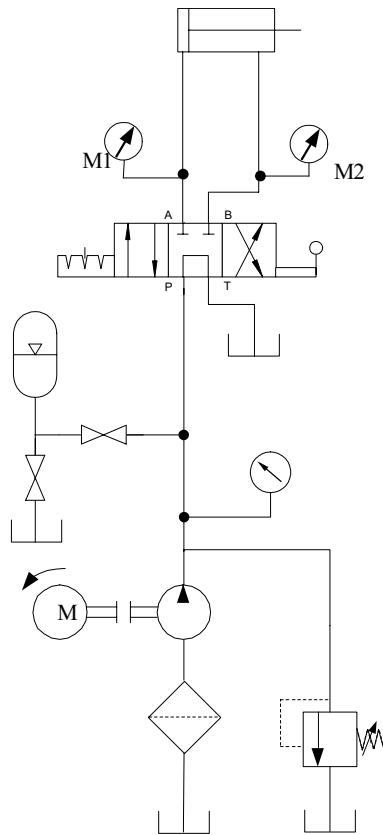

Figura 7.1. Circuito hidráulico sin regeneración.
1. Armar el circuito hidráulico, que se muestra en la figura 7.1.